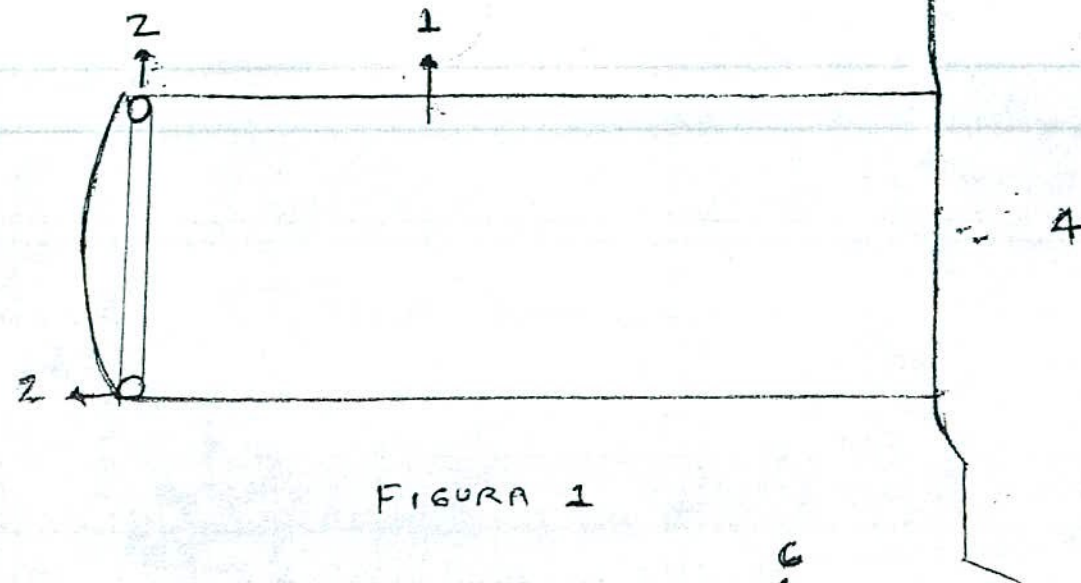

FIGURA 1
Figura 1: 1 : Representa el estribo de la moto, visto en planta, elemento que ya viene adaptado al chasis de la motocicleta en ambos lados, que sirve para sostener los pies mientras se conduce; 2 : es un buje adaptado sólidamente en la punta externa del estribo (1) para ser guía y soporte del protector (5); 4: Es el chasis de la motocicleta.